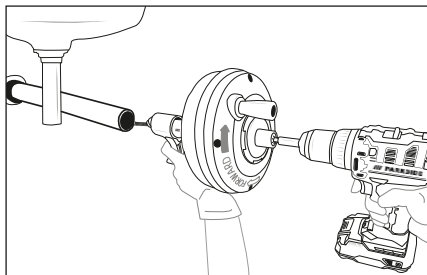

Fig. 3
- 8) Verificați dacă aparatul poate fi ținut la o distanță de cel mult 10 cm față de orificiul de scurgere. O distanță mai mare față de orificiul de scurgere crește riscul ca spirala ⑧ să se răsucescă sau să se îndoie. Dacă distanța este mai mare, orificiul de scurgere trebuie prelungit cu țevi și racorduri de aceeași dimensiune, astfel încât aparatul să poată fi amplasat la maximum 10 cm în fața orificiului de scurgere (a se vedea fig. 3). Dacă spirala ⑧ este sprijinită insuficient, aceasta se poate îndoii, se poate răsuci și poate fi deteriorată sau poate răni operatorul.
- Respectați instrucțiunile de operare pentru a reduce pericolul de rănire determinat de o spirală ❸ răsucită sau ruptă, capete ale spiralei care lovesc, răsturnarea aparatului, răniri determinate de substanțe chimice, infecții sau alte cauze.
- 2) Alegeți o poziție de lucru adecvată care asigură următoarele aspecte, astfel încât spirala ❸ și aparatul să poată fi controlate mai bine:
- 3) Trageți spirala ❸ din tambur ❷ și împingeți-o cât mai mult posibil în scurgere. Spirala ❸ trebuie să se afle cel puțin 30 cm în scurgere, astfel încât capătul spiralei ❸ să nu se poată mișca din scurgere și să lovească în jur când spirala ❸ începe să se rotească.
- 4) La utilizarea unei bormașini, reglați-o la o turație scăzută (maximum 500 rot/min). Strângeți în poziție fixă un suport pentru biți în mandrina bormașinii și așezați suportul pentru biți pe axul tamburului ❸. Ca alternativă, puteți strânge axul tamburului ❸ și fără suportul pentru biți în mandrina bormașinii.
- 5) Asigurați-vă că aparatul se află la o distanță de cel mult 10 cm față de orificiul de scurgere. Mențineți această distanță în timpul procesului de curățare. Astfel se evită răsucirea și îndoirea spiralei ❸.
- 6) Țineți o mână pe mânerul ❺/declanșatorul ❻ aparatului și cealaltă pe mânerul bormașinii sau pe manivelă ❹.
- 7) Rotiți tamburul ❷ în sens orar (vizibil pe săgeata de pe spatele tamburului ❷, a se vedea fig. 3) și apăsați declanșatorul ❻. Prin acționarea declanșatorului ❻, spirala ❸ este ghidată în scurgere. Puteți împinge în față și retrage rapid spirala ❸ trăgând-o, respectiv împingând-o înăuntru cu mâna din tambur ❷.